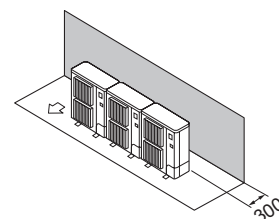

Fig. 2-12
- ① Obstáculos apenas na parte de trás (Fig. 2-12)